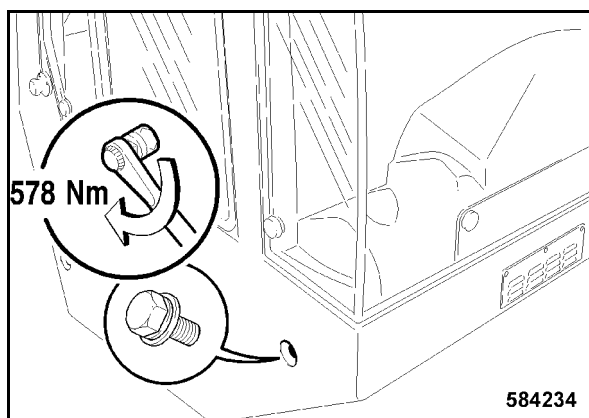

Bild 196
- Kiristä edessä, sivussa oleva kiinnitysruuvi oikealta 578 Nm:llä (Bild 196).